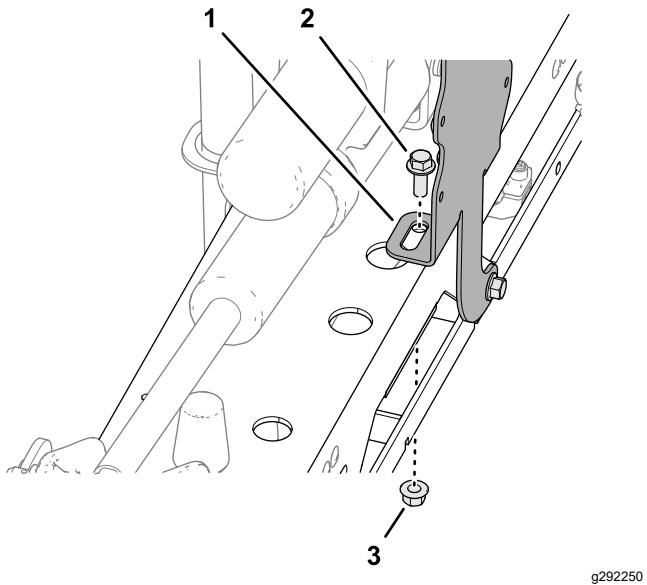

Figure 138
6. Fixez le support au cadre en treillis (Figure 138) à l'aide d'une vis à embase ( $\frac{3}{8}$ " x 1") et d'un contre-écrou à embase ( $\frac{3}{8}$ ").